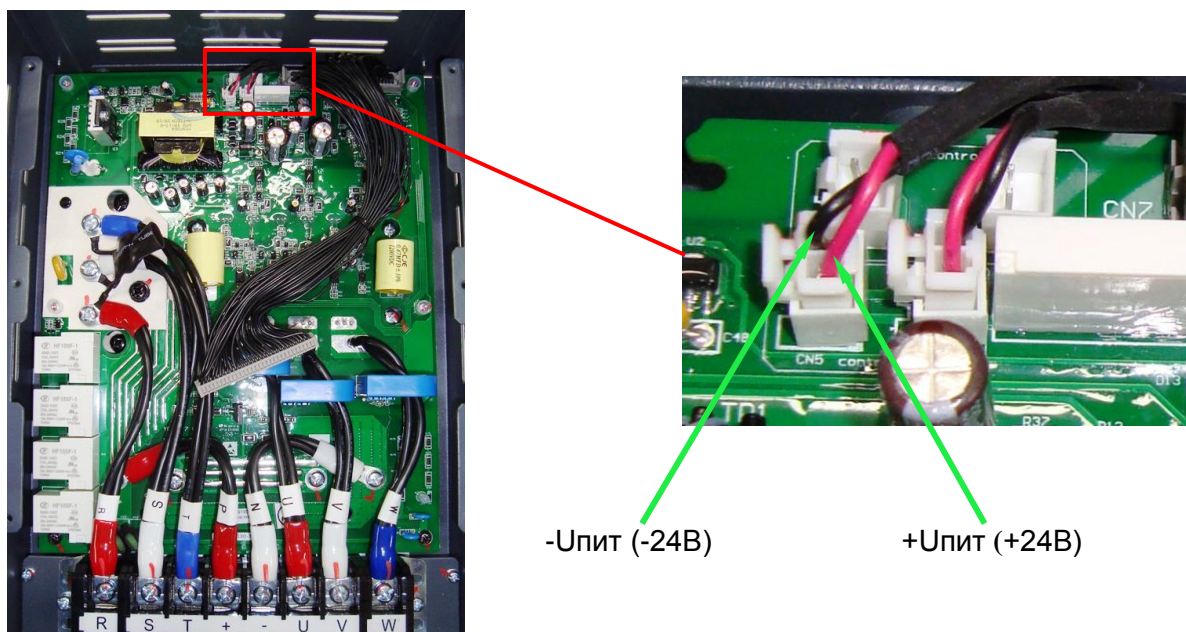

Рис. 4.13. Диагностика вентиляторов.
- 4.10.3. Отсоединить разъем вентилятора от платы драйверов и проверить его вращение, подав напряжение ≈ 24 В от источника питания (п.3.4.2) между контактами +Упит и -Упит (рис.4.13). При отсутствии вращения – вентилятор заменить (п. 5.4).